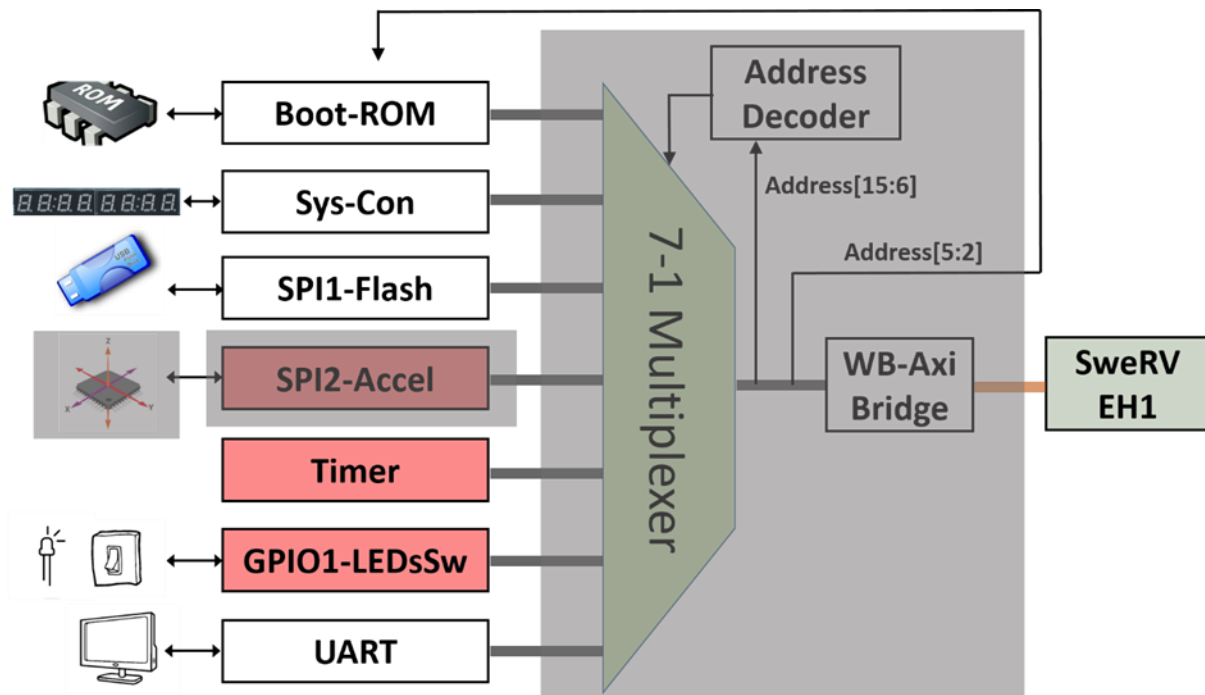
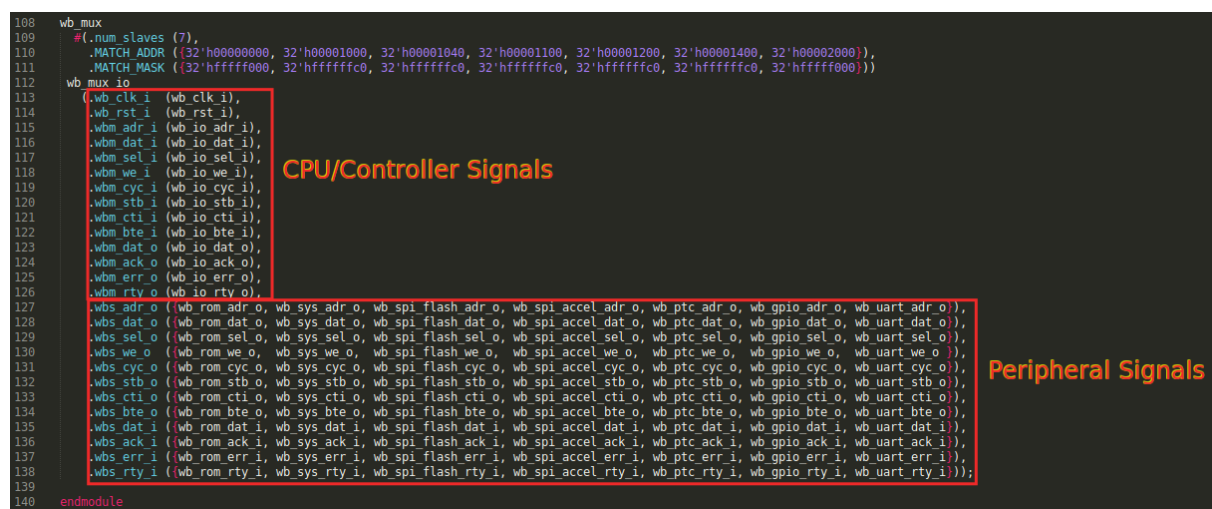

Figura 8. Controlador SPI integrado en el Sistema RVfpga
Figura 12. El multiplexor 7-1 selecciona el periférico a conectar con la CPU (*wb_intercon.v*).
1. Conexión física entre el SoC y el acelerómetro (región sombreada a la izquierda en la Figura 8)
2. Integración del controlador SPI, que se incluye dentro del Controlador del Sistema de SweRVolfX (región sombreada en el medio en la Figura 8)
3. Conexión entre el controlador SPI y el core SweRV EH1 (región sombreada a la derecha en la Figura 8)
Como se ha explicado en prácticas anteriores, los controladores de dispositivo se conectan al core SweRV EH1 a través de un multiplexor y un *bridge* (Figura 8). El multiplexor 7:1 (Figura 12) está implementado en el archivo
El multiplexor selecciona qué periférico leer o escribir, conectando la CPU (señales *wb_io_** - líneas 115-126 de la Figura 12) con el Bus Wishbone de un periférico (líneas 127-138 de la Figura 12), dependiendo de la dirección (líneas 110-111). Por ejemplo, si la dirección generada por la CPU está en el rango 0x80001100-0x8000113F, se selecciona el módulo acelerómetro, y así las señales *wb_io_** se conectan a las señales *wb_spi_accel_**.
Ejercicio 2. El Receptor-Transmisor Asíncrono Universal (UART) es un protocolo de comunicación serie asíncrono. El Sistema RVfpga incluye un módulo UART en su diseño básico (ver Figura 8), para el cual puede encontrar la especificación en: